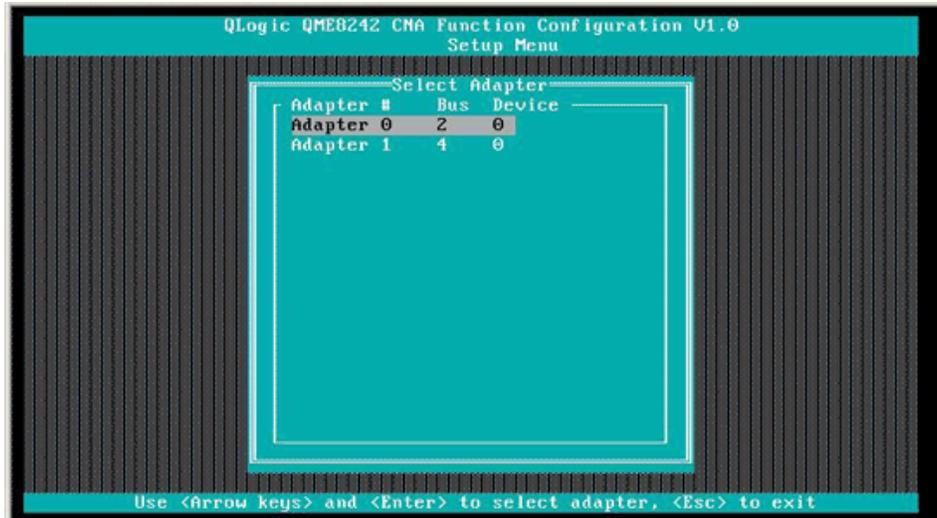

Figure 4-9. Sélection de l'adaptateur dans le menu de configuration
2. Sélectionnez l'adaptateur que vous souhaitez gérer dans l'écran de configuration des fonctions CNA QLogic (voir Figure 4-9).